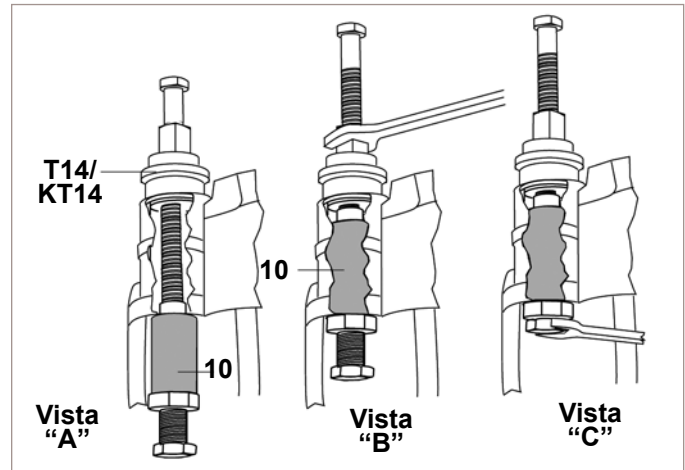

FIGURA 77 - VISTAS "A" Y "B": INTRODUZCA EL CASQUILLO DE LATÓN EN SU POSICIÓN. VISTA "C": FIJE EL CASQUILLO EN SU POSICIÓN.
5.6.21 Con la herramienta para hacer muescas (T16) en su posición, apriete el tornillo en la base hasta que haga contacto con el alojamiento del tornillo para hacer muescas. El desplazamiento de este tornillo presiona tres puntos hacia fuera, dejando muescas en el casquillo de latón. Consulte la figura 77, vista "C".